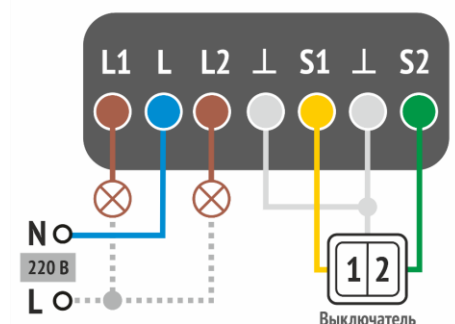

Рисунок 7.2 — Схема 2: Подключение модуля для управления двумя независимыми линиями освещения
3. Подключите провод нулевой линии к синему проводу (L) модуля.
5. Желтый (S1), зеленый (S2) и белые (⊥) провода модуля подключите к сухим контактам выключателей в соответствии со схемой (см. рисунок 7.2). Длина линий связи не должна превышать 15 м.